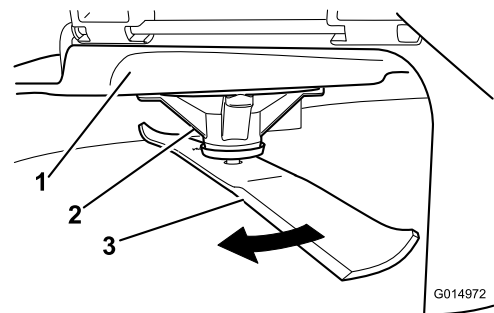

Bild 77
2. Tragen Sie dicke Handschuhe oder andere angemessene Handschuhe und drehen Sie das Messer langsam in eine Stellung, in der das Messen des Abstands zwischen der Schnittkante und der ebenen Fläche der Maschine möglich ist (Bild 77).